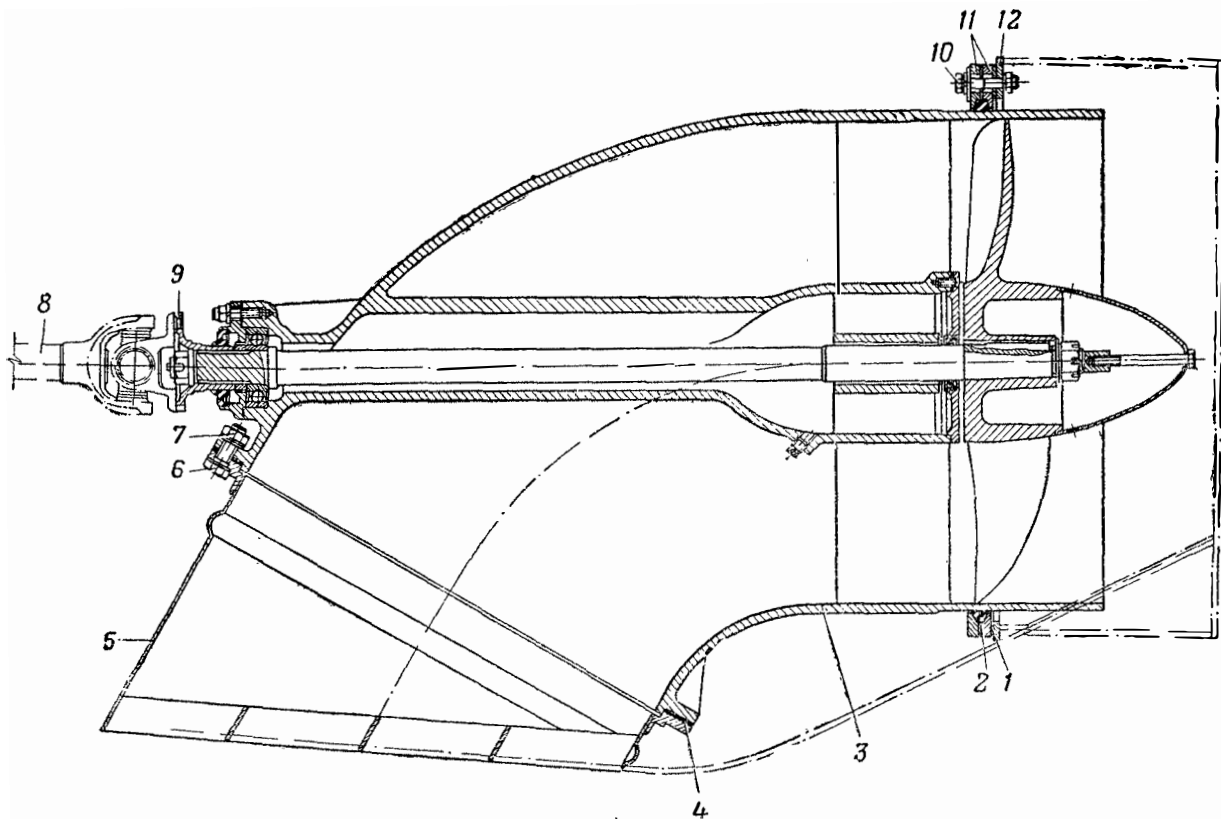

Рис. 79. Установка водометного движителя:
6. Отвернуть гайки болтов крепления фланца карданного вала 8 (рис. 79) к фланцу 9, вынуть болты и отвести карданный вал в сторону.
1. Покрывать уплотнительные прокладки 1 и 4 (рис. 79) тонким слоем сурика или белил и установить их на приемный патрубок 5 и кольцо 12 корпуса машины.